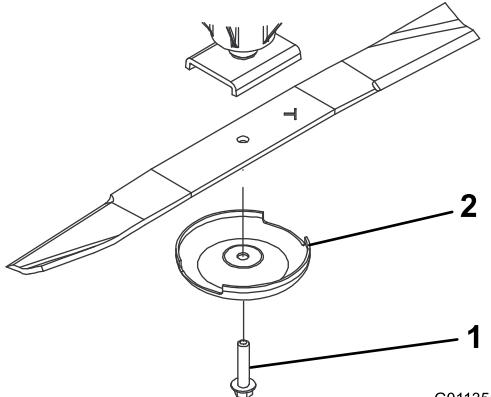

Figura 68
2. Sujete el extremo de la cuchilla usando un paño o un guante grueso. Retire del eje de la cuchilla el perno de la cuchilla, el protector de césped y la cuchilla (Figura 68).
(Figura 68). Apriete el perno de la cuchilla a 115-149 N·m.